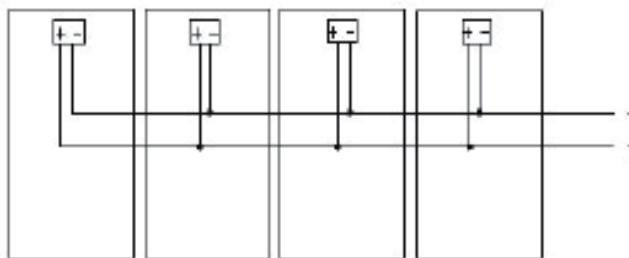

Fig.: 4.2 Branchement en parallèle pour plus de courant
La connexion en parallèle réussit à augmenter le courant (A) du système. Branchez le câble de la borne positive d'un module avec le câble de la borne positive du module suivant. (Fig. 4.2. Il montre la connexion en parallèle de quatre modules)